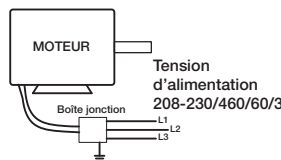

Figure 9 — Schéma de câblage typique
**REMARQUE :** Sur les installations triphasées, le sens de rotation peut être inversé par l'inversion de deux quelconques des trois fils électriques. Pour les installations monophasées, suivre le schéma de câblage figurant sur le moteur ou voir Figure 9, à la page 5.
- 5. Câbler le moteur pour la tension souhaitée. Voir le schéma de câblage à la Figure 9.